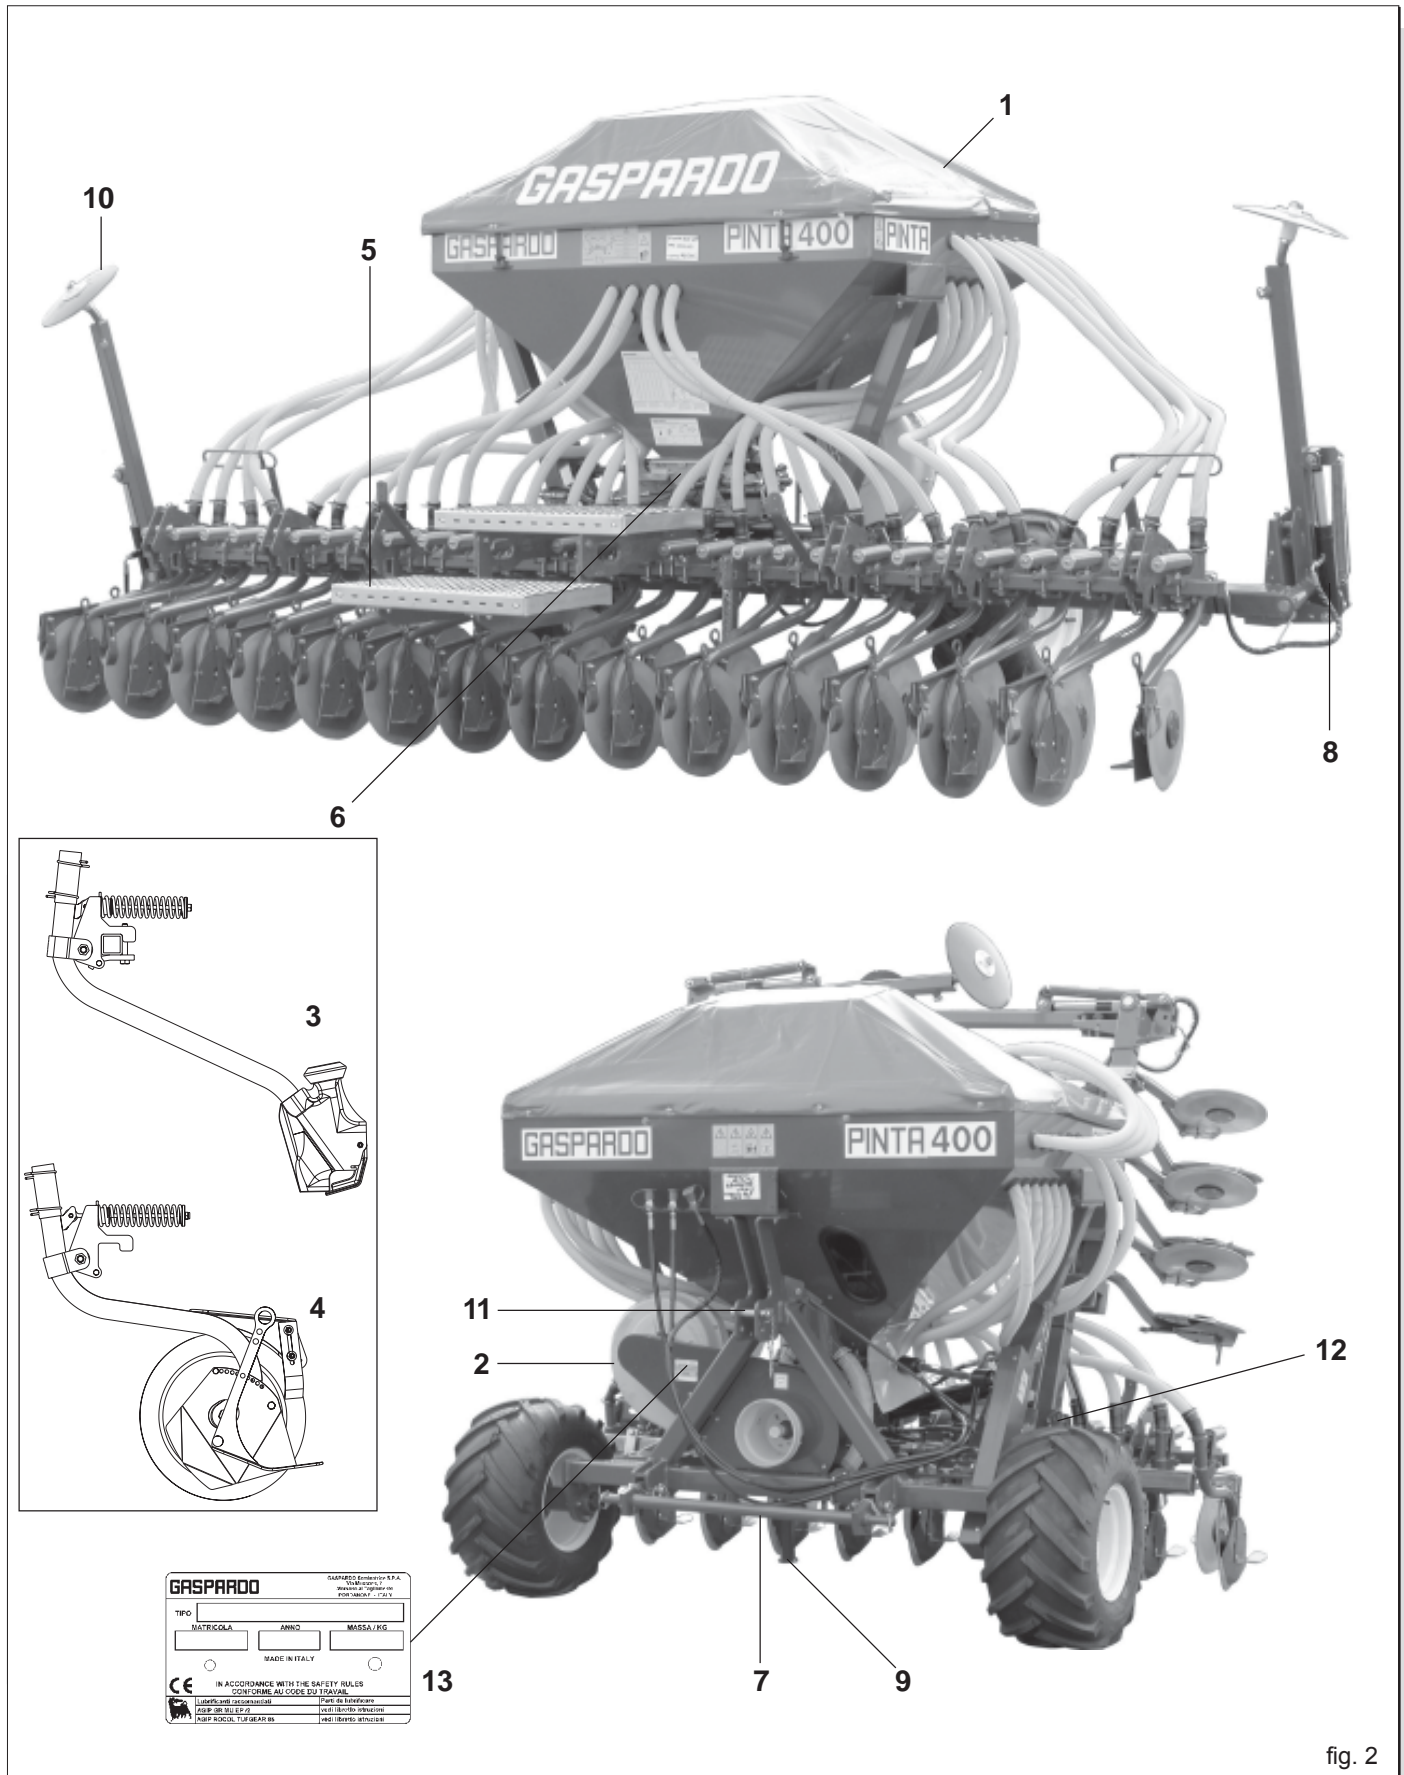

fig. 2
Cada equipo está provisto de una tarjeta de identificación (13 Fig.2), en la que se encuentran:
El peso de la máquina está indicado en la plaqueta de identificación (13 Fig. 2).
1.7 DISEÑO GENERAL (Fig. 2)